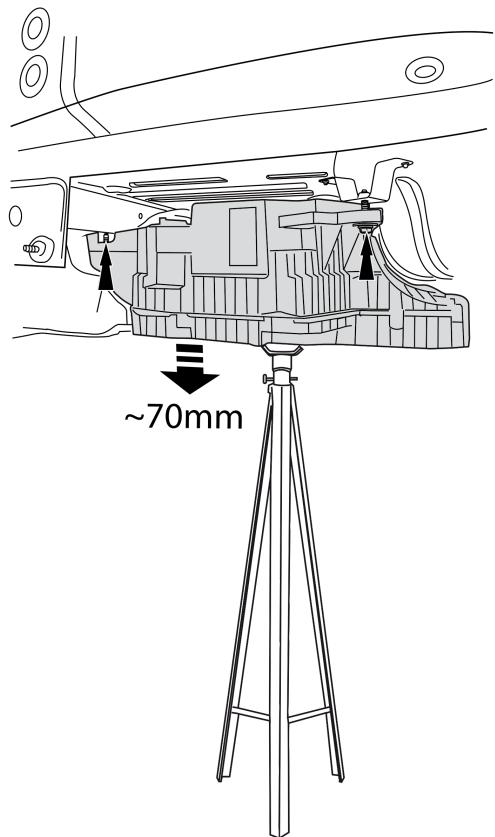

Fig. 3
9. Установить детали, указанные в рис. 3.